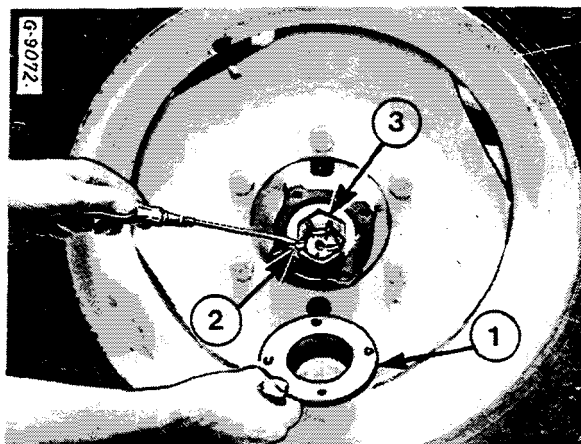

Figure 114
Otez les chapeaux de moyeux (1) Fig. 114 et les goupilles (2).